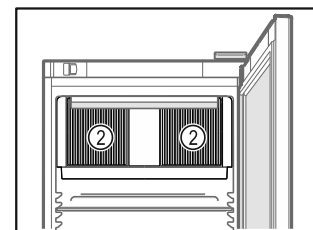

Fig. 61
- Pidä sisätilassa olevan kiertoilmapuhaltimen tuuletusraot Fig. 61 (2) vapaina.